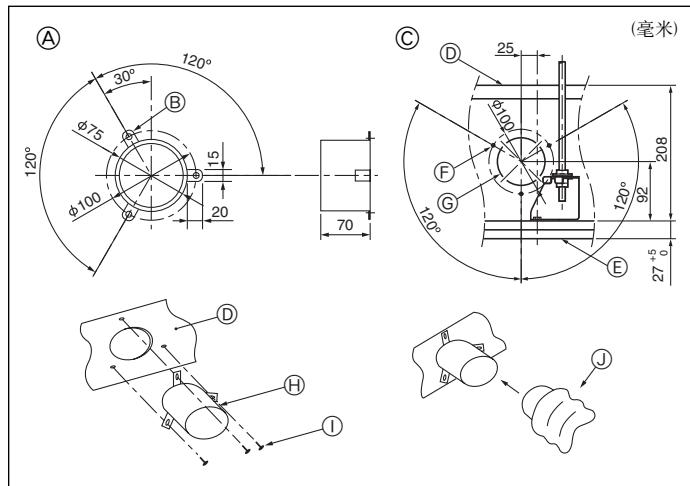

Fig. 2-3
2.3. 安装导管(使用新鲜空气进气孔时) (Fig. 2-3)